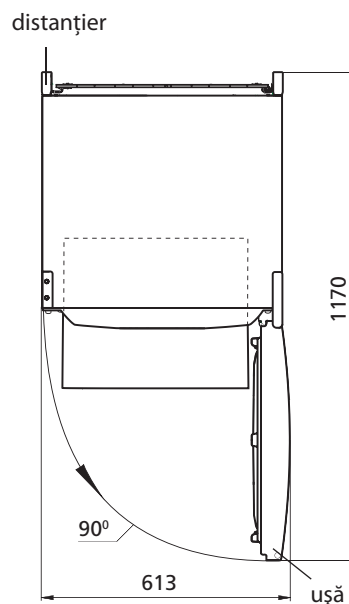

Figura 2 — Frigider (vedere de sus)
1.3 Spațiul total necesar pentru funcționarea frigiderului se determină de dimensiunile de gabarit, indicate în milimetri în figura 2. Pentru extragerea liberă a pieselor de completare din frigider este necesar de deschis ușa la unghiul nu mai mic de 90°.